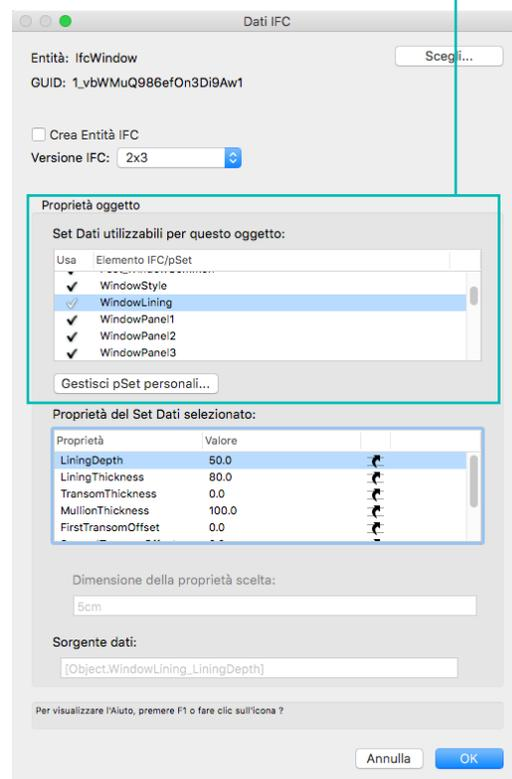

FIGURA 4B
2. I set dati che sono assegnati a un oggetto, a cui ci si riferisce come set proprietà o pSet (FIGURA 4B). Una segno di spunta nella colonna **Usa** indica che il set dati è associato all'oggetto.